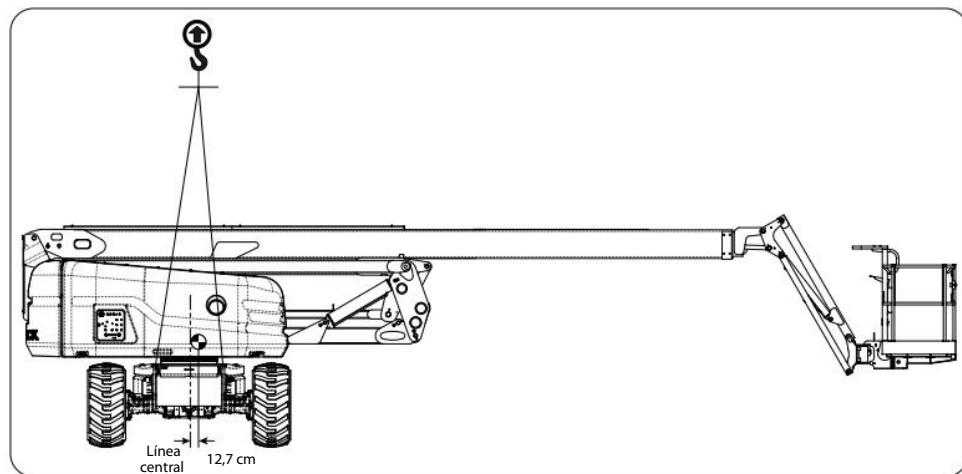

Figura 29 Centro de gravedad
1. Haga girar el soporte de elevación y coloque la MEWP tal como se muestra en la Figura 29.
4. Ajuste los elementos de anclaje/sujeción y levantamiento adecuadamente para garantizar que la MEWP permanezca nivelada durante el levantamiento. Consulte la ubicación del centro de gravedad (Figura 29).